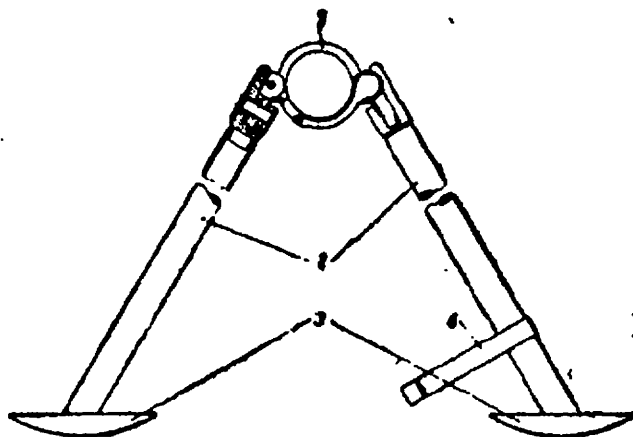

Рис. 21. Сошки:
20. Сошки (рис. 21) служат упором при стрельбе. Они состоят из обоймы и двух ног,